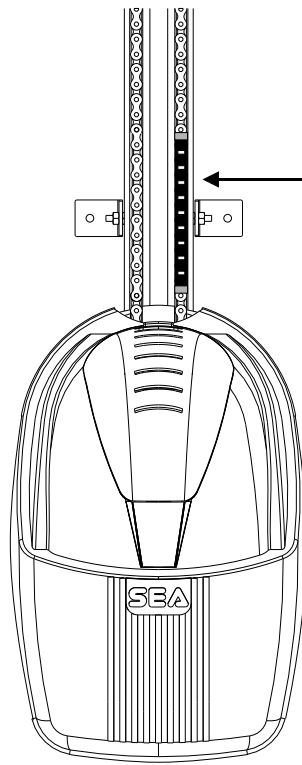

Abb. 18b
- Den Endschalterschlitten (Abb. 17) so nah wie möglich am Corona Antrieb, in der Nähe des Rädchens des Schalters wie in Abb. 18b, anbringen.